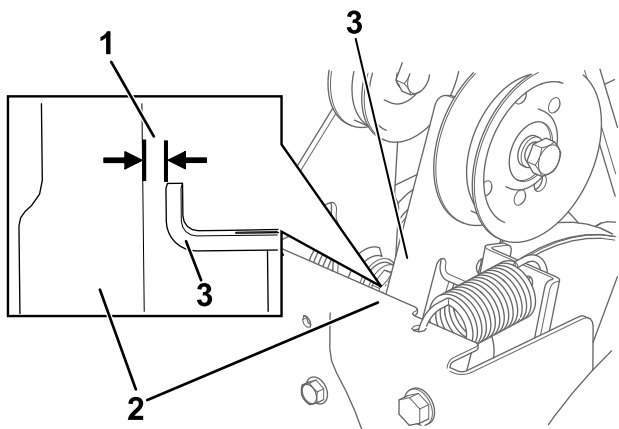

Figura 31
3. Con la palanca del sinfín/impulsor desengranada, compruebe que la distancia entre el brazo del embrague del sinfín y el bastidor de la máquina es de 1,5 mm, como se muestra en la Figura 31.